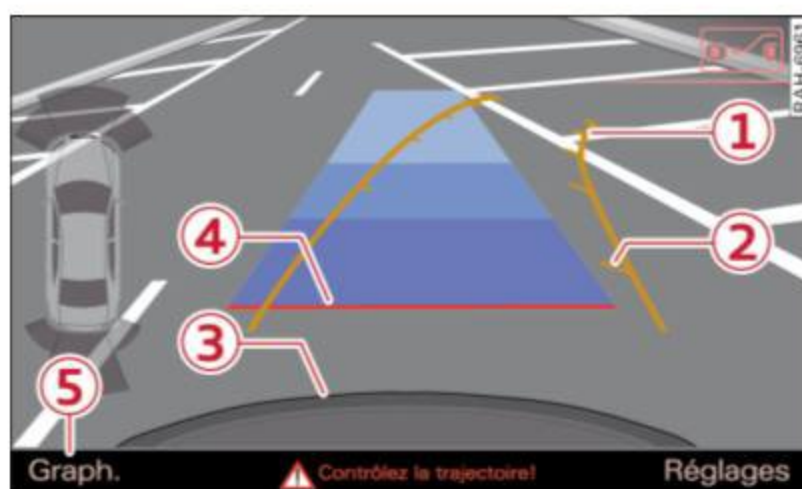

Fig. 127 Affichage MMI : Ciblage d'un espace de stationnement
- ▶ Tournez le volant jusqu'à ce que les lignes d'orientation oranges ① apparaissent dans l'espace de stationnement ⇒ *fig. 127*. Utilisez les repères ② pour vous aider à évaluer la distance d'un obstacle. Chaque repère correspond à 1 m (3 pi). La zone bleue représente un prolongement du profil du véhicule d'environ 5 m (16 pi) vers l'arrière.
- ▶ Pendant que vous conduisez en marche arrière, réglez l'angle de braquage en fonction de l'espace de stationnement à l'aide des lignes d'orientation orange ⇒ ⚠. ③ représente le pare-chocs arrière. Vous devriez arrêter de reculer dès que la ligne d'orientation rouge ④ touche un objet et pas plus tard ⇒ ⚠!